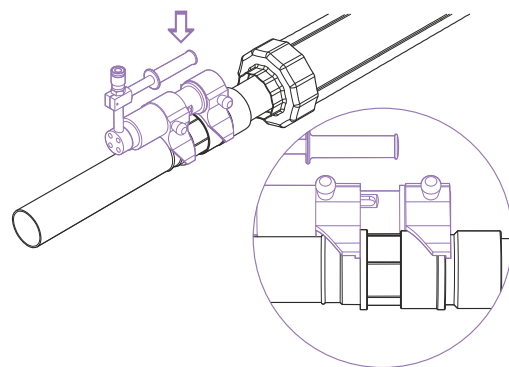

Рис. 4.5.7
8. Установить гидравлический инструмент таким образом, чтобы подвижная и опорная губки тисков вошли в сцепление с буртами на гильзе надвижной и втулке пресс-фитинга (рис. 4.5.7).